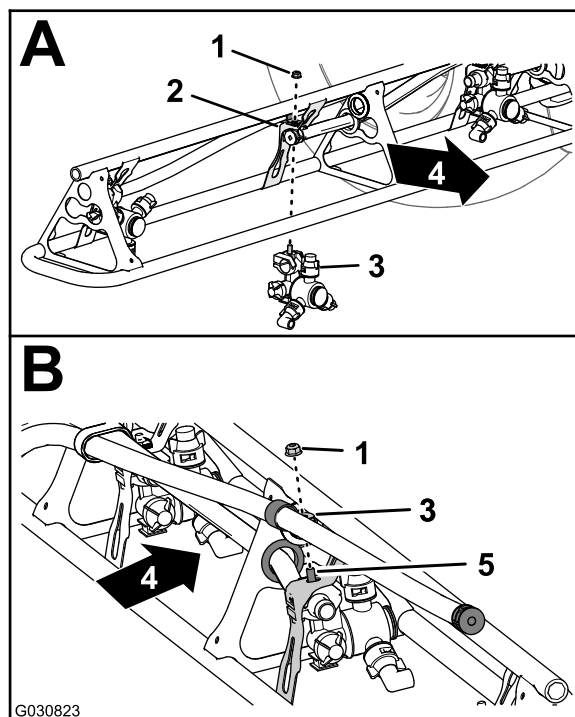

Рисунок 134
- В положениях сопел 1 и 4 установите распылительное сопло на крепление сопла (вид А на Рисунок 134) при помощи фланцевой контргайки (5/16 дюйма), снятой при выполнении пункта 2 раздела Демонтаж распылительных сопел с наружных секций опрыскивателя (страница 63).
- В положениях сопел 2 и 3 установите распылительное сопло на крепление сопла (вид А и В на Рисунок 134) при помощи фланцевой контргайки (5/16 дюйма), снятой при выполнении пункта 2 раздела Демонтаж распылительных сопел с наружных секций опрыскивателя (страница 63).